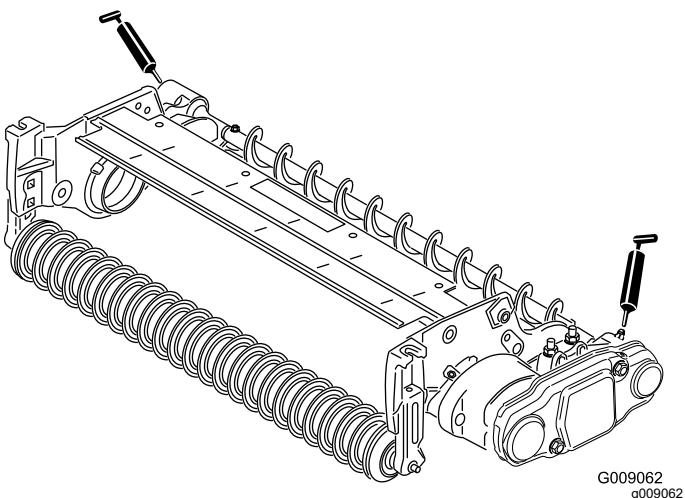

Рисунок 19
26. Заправьте масленки на каждом корпусе подшипника щетки катка и на остальной части режущего блока консистентной смазкой № 2 общего назначения на литиевой основе (Рисунок 19). Удалите излишки консистентной смазки, особенно вокруг защитных уплотнений.